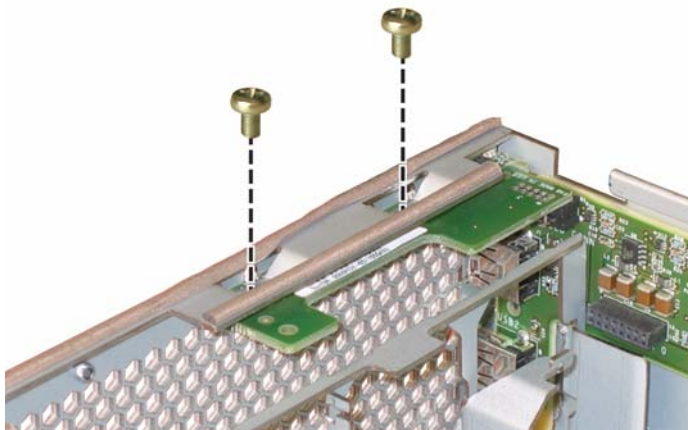

図 4-25 前面パネルインジケータ基板ネジの取り外し
- a. 前面パネルインジケータ基板をシャーシに固定している 2 本のネジを緩めます。図 4-25 を参照してください。